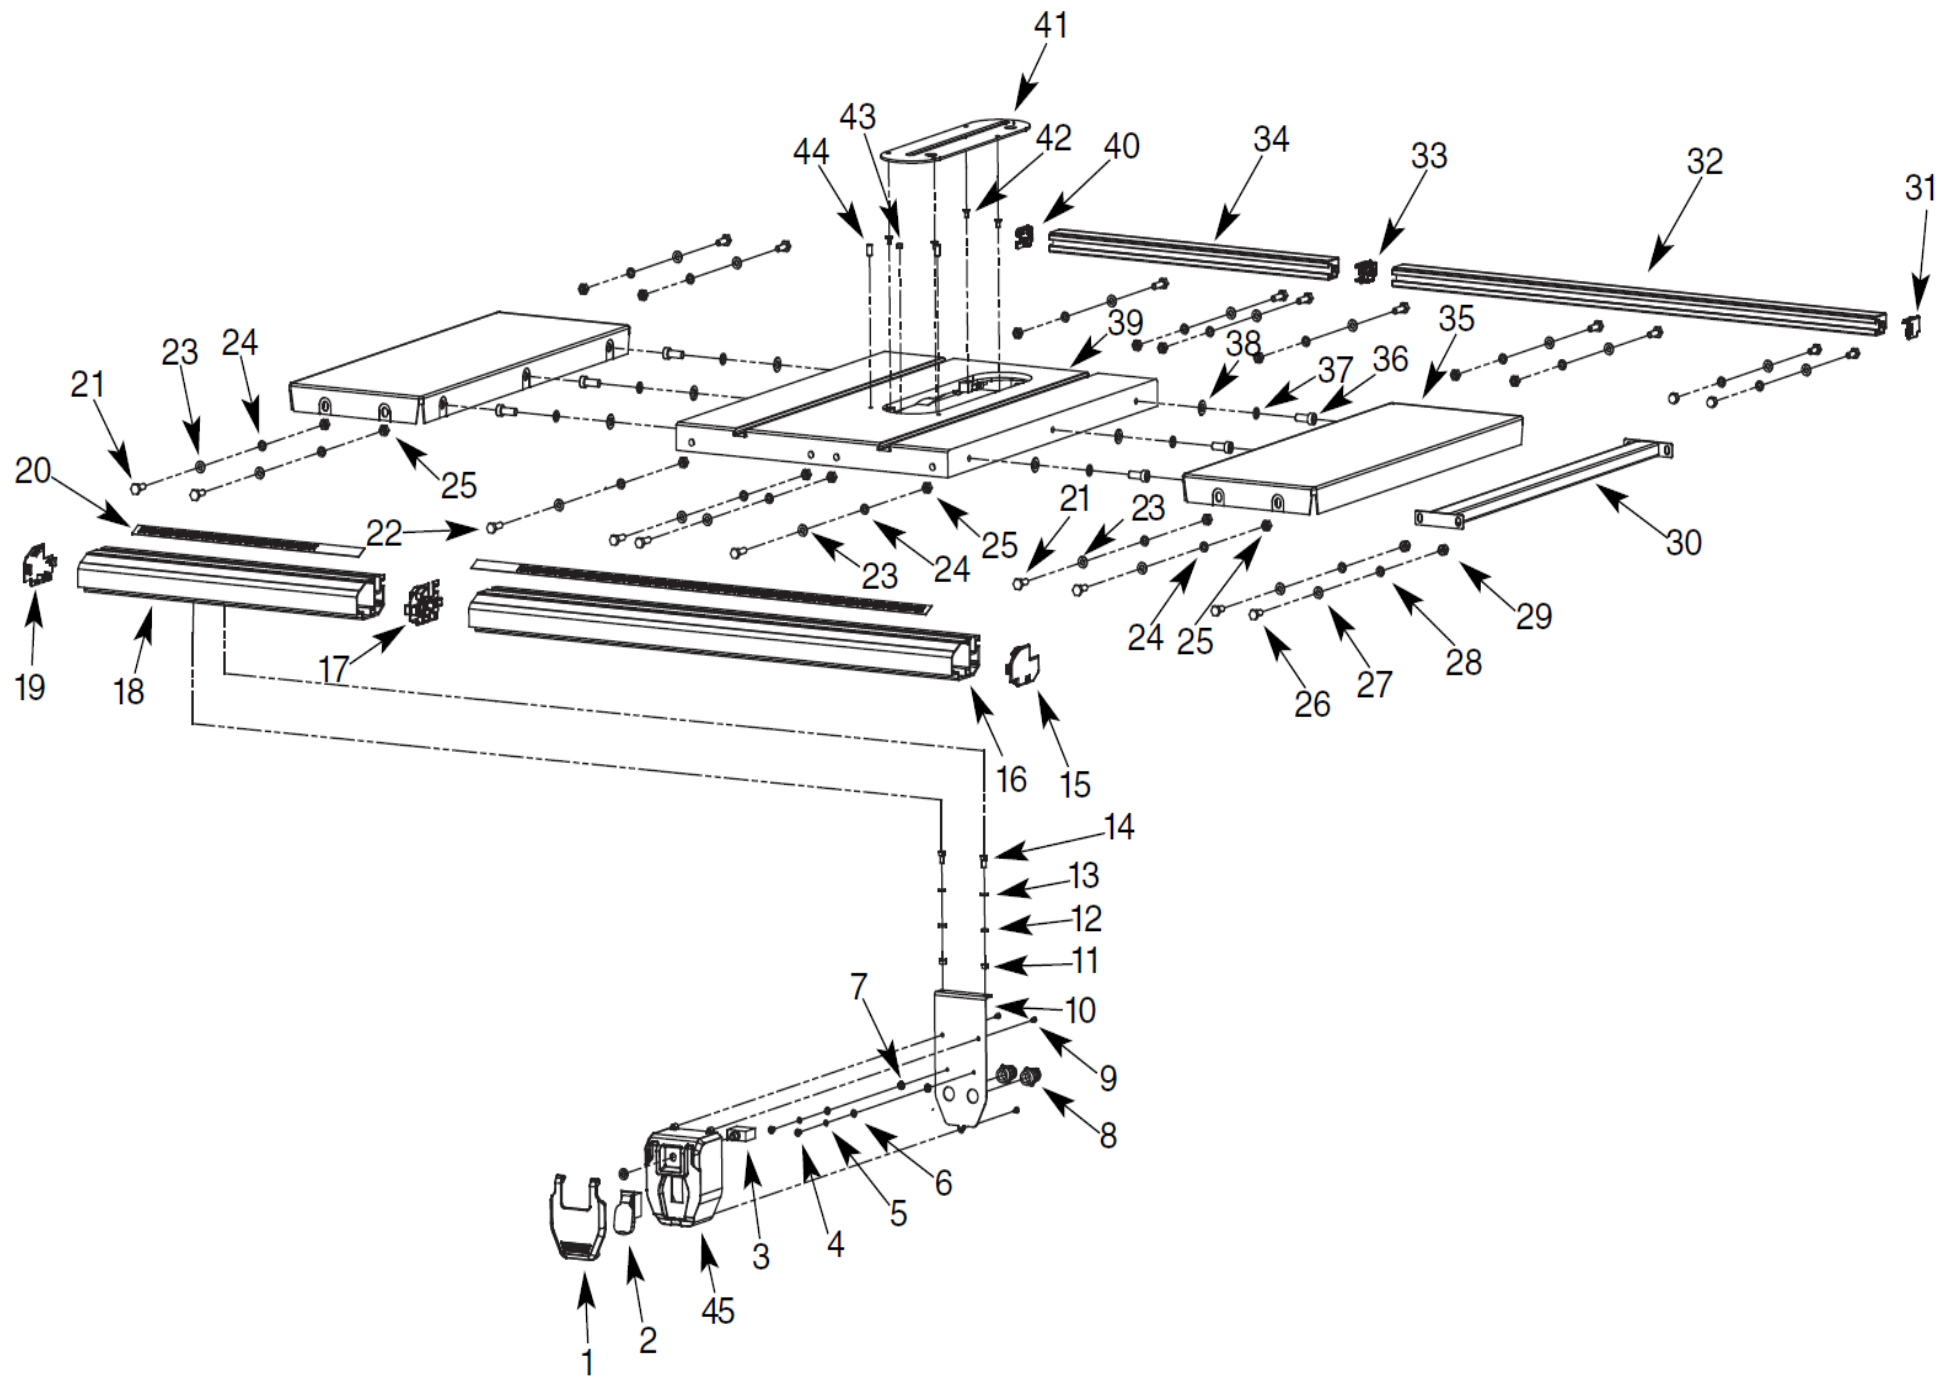

Рис. 3
**Детали сборки «Корвет 13М» (Рис. 3)**